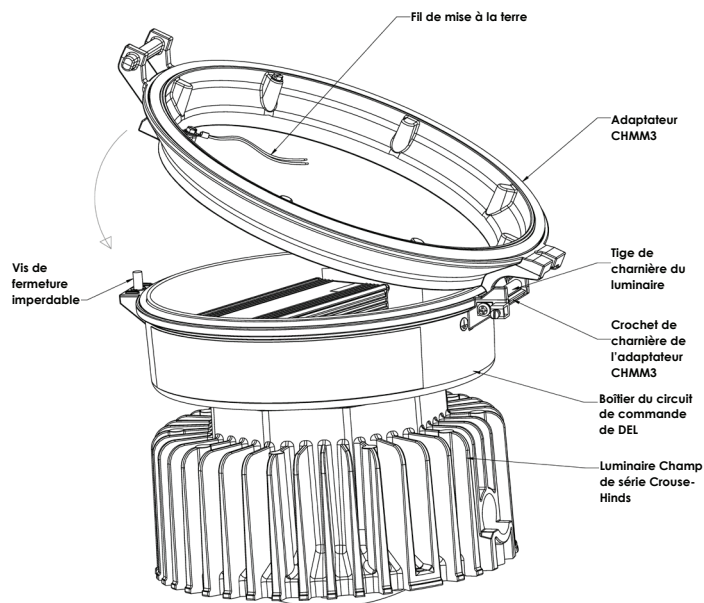

Figure 1
4. Installez l'adaptateur CHMM3 sur le boîtier du circuit de commande de DEL du luminaire Champ® de série Crouse-Hinds en capturant la tige de charnière du luminaire dans le crochet de la charnière de l'adaptateur, comme montré à la Figure 1. Veillez à ce que l'adaptateur soit concentrique au luminaire lorsque vous le fixez. Vissez la vis de fermeture imperdable dans l'adaptateur de manière à ce que les bossages de l'adaptateur et du boîtier du circuit de commande soient d'abord enfoncés, puis serrez au couple de 8,9 N•m (79 po-lb).